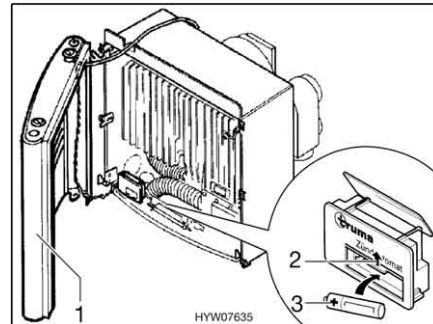

Fig. 112 Riscaldamento acceso
- Posare da un lato la copertura (Fig. 112,1) di modo da non dover estrarre il cavo di allacciamento per la ventola dell'aria calda e per la lampadina di controllo accensione.
- Spingere la copertura del vano batteria sul dispositivo di accensione (Fig. 112,2) verso l'alto.
- Inserire una nuova batteria (Fig. 112,3) dello stesso tipo nel vano batteria del dispositivo di accensione rispettando la polarità (+/-). Utilizzare soltanto batterie Mignon resistenti alle alte temperature (+70 °C) e sicure da perdite.